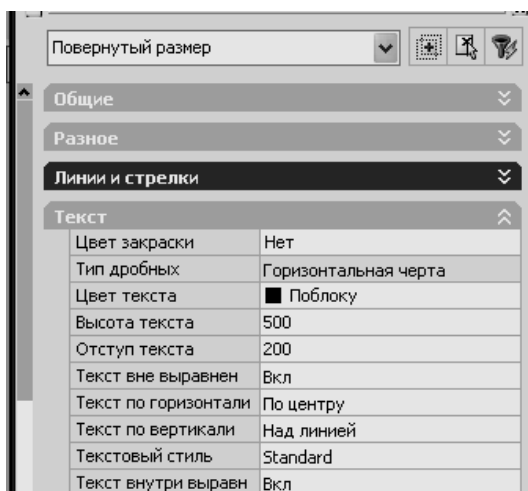

Рисунок 6.2 – Задание параметров размерных линий и текста
- в открывшемся окне (рисунок 6.2) задать необходимые параметры: